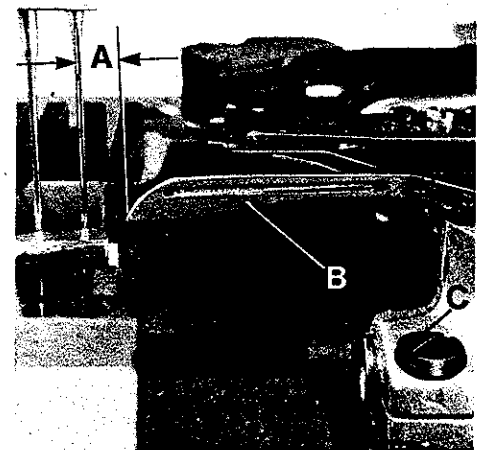

Fig.22
Turn the pulley until the looper (B, Fig. 22) is at its farthest position to the right. In this position the distance (A) from the center of the right needle to the point of looper should be 4.0 mm (5/32 in.) on the two-needle 8, 10 and 12 gauge styles and 3.6 mm (9/64 in.) on the two- or three-needle 16 gauge styles. Looper gauges No. 21225-5/32 and No. 21225-9/64 can be used advantageously in making this setting.
For adjustment loosen clamp screw (C, Fig. 22) and rotate the looper holder as required. Retighten the clamp screw.
Drehen Sie an der Handrad-Riemenscheibe bis der Greifer (B, Fig. 22) in seiner rechten Einstellung ist. In dieser Stellung muß der Abstand (A) zwischen Mitte rechter Nadel und Greiferspitze 4,0 mm (5/32 in.) bei den Zweinadel 8, 10 und 12 gauge Maschinen und 3,6 mm (9/64 in.) bei den Zwei- oder Dreinadel 16 gauge Maschinen sein. Die Greifereinstellehren Nr. 21225-5/32 und Nr. 21225-9/64 erleichtern diese Einstellung.
Zur Einstellung lösen Sie die Patzschraube (C, Fig. 22) und verdrehen den Greiferhalter entsprechend. Ziehen Sie die Schraube wieder an.